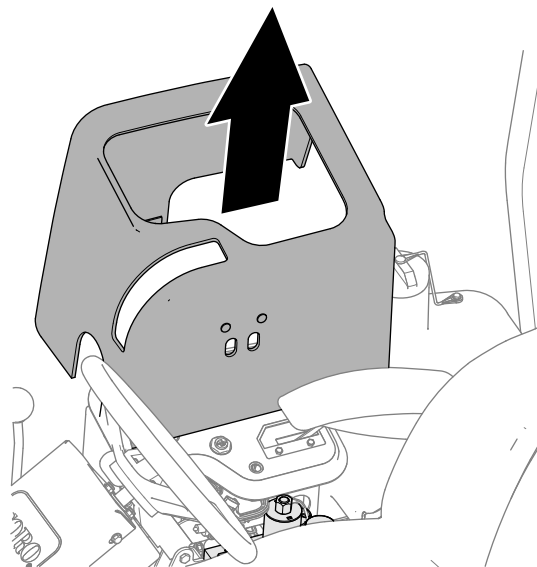

Figura 89
3. Levante a tampa do console fixada magneticamente (Figura 89) para expor o coletor de segadeira.